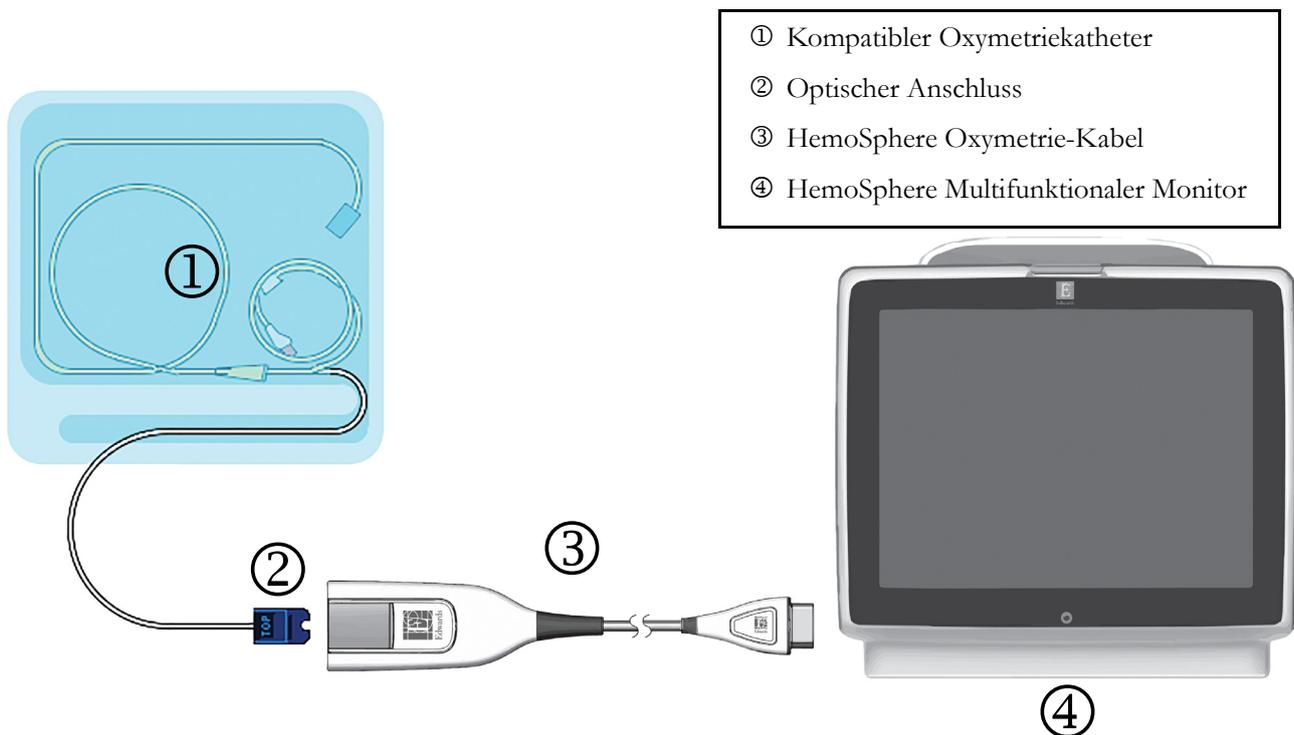

Abbildung 4-2 Übersicht der Oxymetrie-Anschlüsse
- 1 Schließen Sie das HemoSphere Oxymetrie-Kabel auf der linken Seite des HemoSphere Multifunktionaler Monitors an. Siehe Abbildung 4-2.